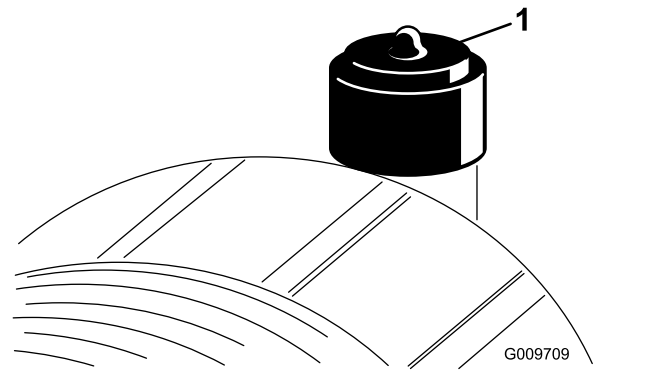

Bild 76
Warten Sie den Luftfilter nur, wenn die Wartungsanzeige dies angibt (Bild 76). Das frühzeitige Auswechseln des Luftfilters erhöht nur die Gefahr, dass Schmutz in den Motor gelangt, wenn Sie den Filter entfernen.
2. Stellen Sie die Anzeige (Bild 76) zurück, wenn sie auf Rot steht.